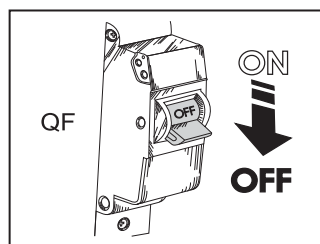

Рис. 21
Работы по техническому обслуживанию разрешается проводить только после отключения вентилятора от электросети (рис.21). Техническое обслуживание заключается в периодической очистке поверхностей вентилятора от пыли и грязи. Техобслуживание включает в себя регулярную очистку, контроль зазора между рабочим колесом и корпусом, проверку состояния рабочего колеса и двигателя, лопастей рабочего колеса, заземления.
1. Отключите питание вентилятора (рис.21).